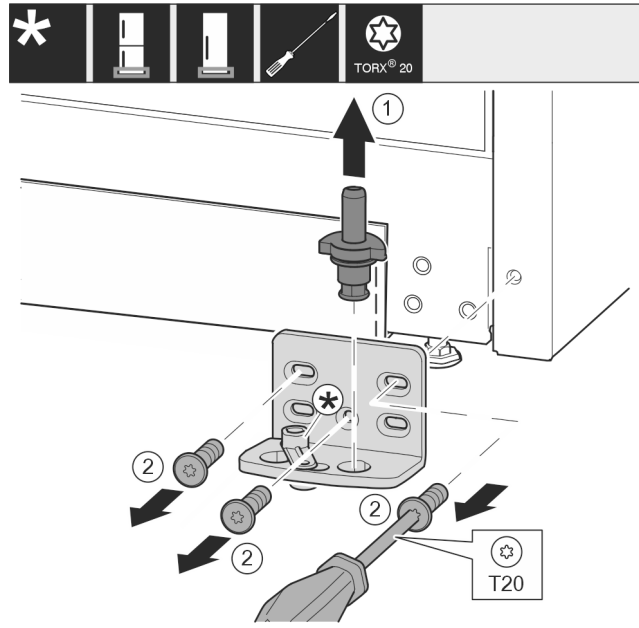

Fig. 13
- Húzza ki teljesen a csapszeget felfelé. Fig. 13 (1)
- Csavarja ki a csavarokat a T20 csavarhúzóval, és vegye le a csapágybakot. Fig. 13 (2)